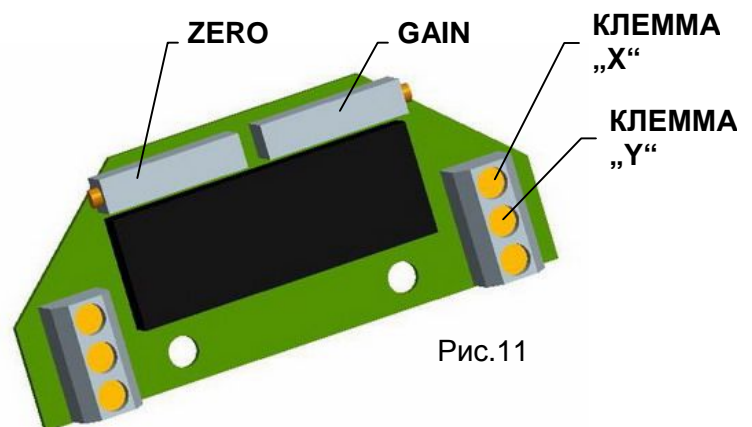

Рис.11
### 4.6.2 EPV - 3-проводниковое включение (рис.11)
- Установте омический датчик на основании инструкций в предыдущей главе так, что величину сопротивления измеряйте на клеммах X-Y (рис.11). *(употреблен датчик с сопротивлением 2000Ω или 100Ω)*
- Поворачиванием устанавливающего триммера ZERO (рис.11) установите величину выходного сигнала тока, измеряемого на клеммах 81-82, на величину 0 мА или 4 мА.
- Поворачиванием устанавливающего триммера GAIN (рис.11) установите величину выходного сигнала тока, измеряемого на клеммах 81-82, на величину 20 мА или 5 мА.